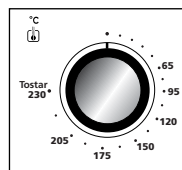

Figura 1
- 1. Perilla de control de temperatura:** Ajusta el termostato a la temperatura deseada. (Ver la Figura 1)